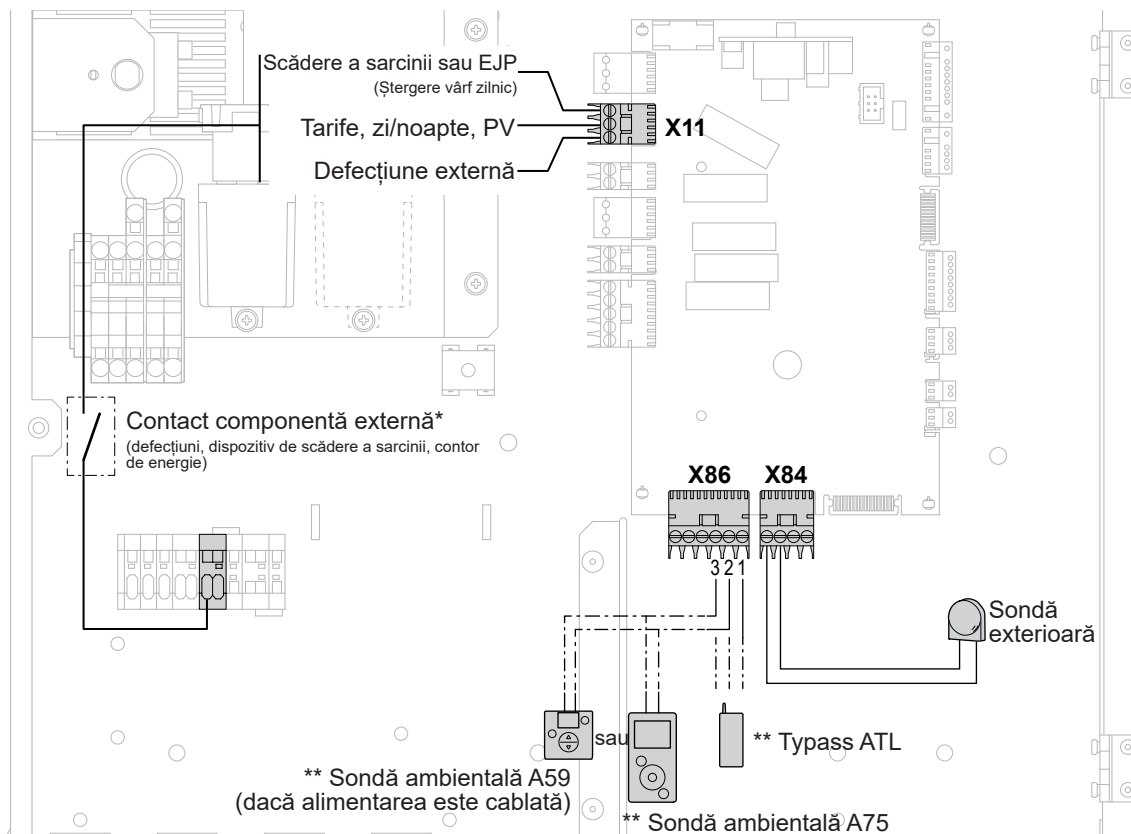

fig. 45 - Conexiuni regulator PAC (accesorii și opțiuni)
- Realizați conexiunile conform diagramei („fig. 45”, pagina 45).
- Conectați contactul „furnizor de energie” la intrarea EX2 („fig. 45”, pagina 45).
- Conectați dispozitivul de scădere a sarcinii la intrarea EX1 („fig. 45”, pagina 45), PAC și ACM suplimentar vor fi oprite în cazul consumului excesiv al locuinței.
- Conectați componenta externă la intrarea EX3 („fig. 45”, pagina 45).
- Conectați sonda exterioară la conectorul **X84** (fig. 45) (bornele **M** și **B9**) ale plăcii de reglare a PAC.
• **Sonda ambientală A59** (dacă alimentarea este cablată) (fig. 45)
• **Sondă ambientală A75** (fig. 45)
- Conectați Typass ATL la conectorul **X86** (fig. 45) de pe placa de control PAC cu ajutorul conectorului furnizat (bornele **1**, **2** și **3**).